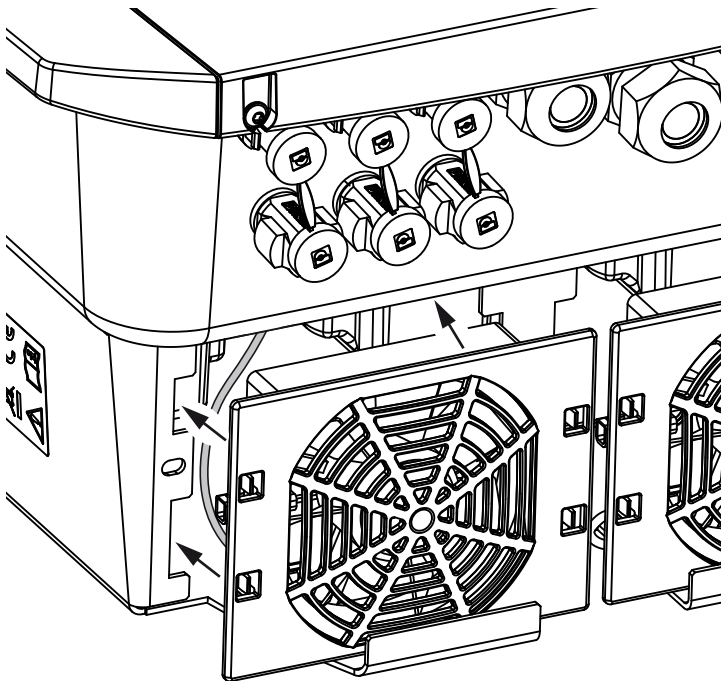

Bild 77: Montering av fläkten
- att fläkten är korrekt installerad i fläktramen (luftflödesriktningen). **➤ Bild 77**